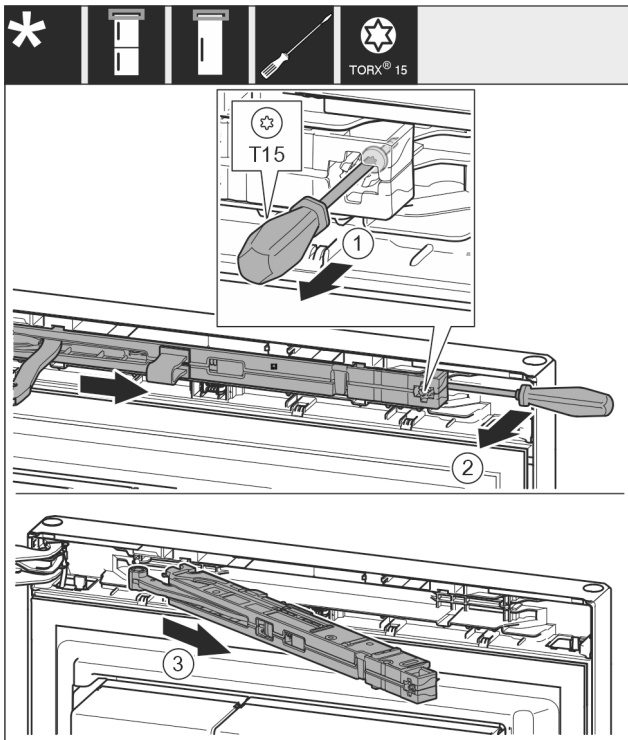

Fig. 12
- ▶ 用螺丝刀将关门阻尼单元上的螺钉 Fig. 12 (1) 松开 14 mm。
- ▶ 用螺丝刀在手柄侧向前推动关门阻尼单元 Fig. 12 (2)。
- ▶ 拉出关门阻尼单元 Fig. 12 (3)。